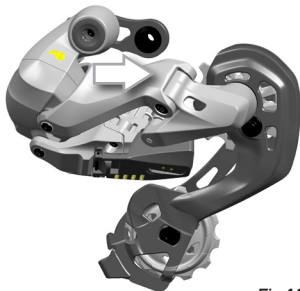

Fig.11
- Se volete spostare il cambio su pignoni più grandi: impugnate il corpo superiore del cambio e spingete la parte inferiore con il pollice nella zona indicata in figura (Fig.11).